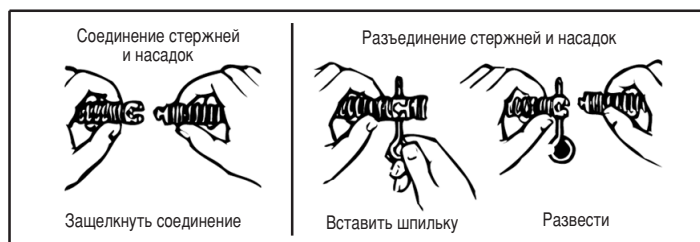

Рисунок 1. Соединение и разъединение стержней и насадок
## Эксплуатация стержневой очистной машины (Рис. 1 и 2)
6. Если используются секционные стержни РИДЖИД/Коллманн с быстроразъемным соединением К-10, примкните стержень к держателю стержня машины (Рис. 1).